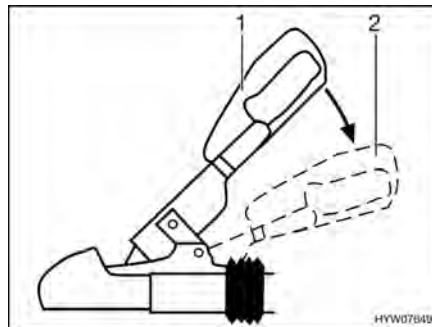

Fig. 197 Poignée de stabilisation
- Activer l'installation du dispositif de stabilisation. Appuyer la poignée d'attelage en position fermée (Fig. 197,1) jusqu'à la butée vers le bas (Fig. 197,2).